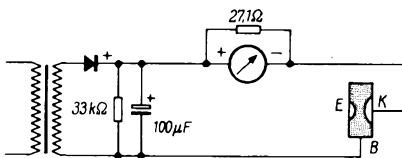

Bild 9. Prinzipschaltung für die Messung des Kollektorreststromes
2. Messung des Kollektorreststromes  $I_{cb0}$  nach Bild 9, wobei der Emitteranschluß offen bleibt.